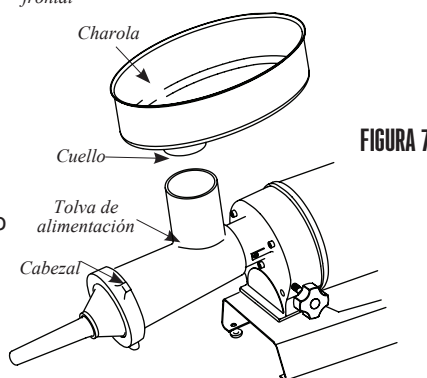

FIGURA 7
7. Inserte el cuello de la bandeja en la tolva de alimentación (**FIGURA 7**).
8. NUNCA opere el molino sin haber asegurado la bandeja en su lugar (Figura 7).